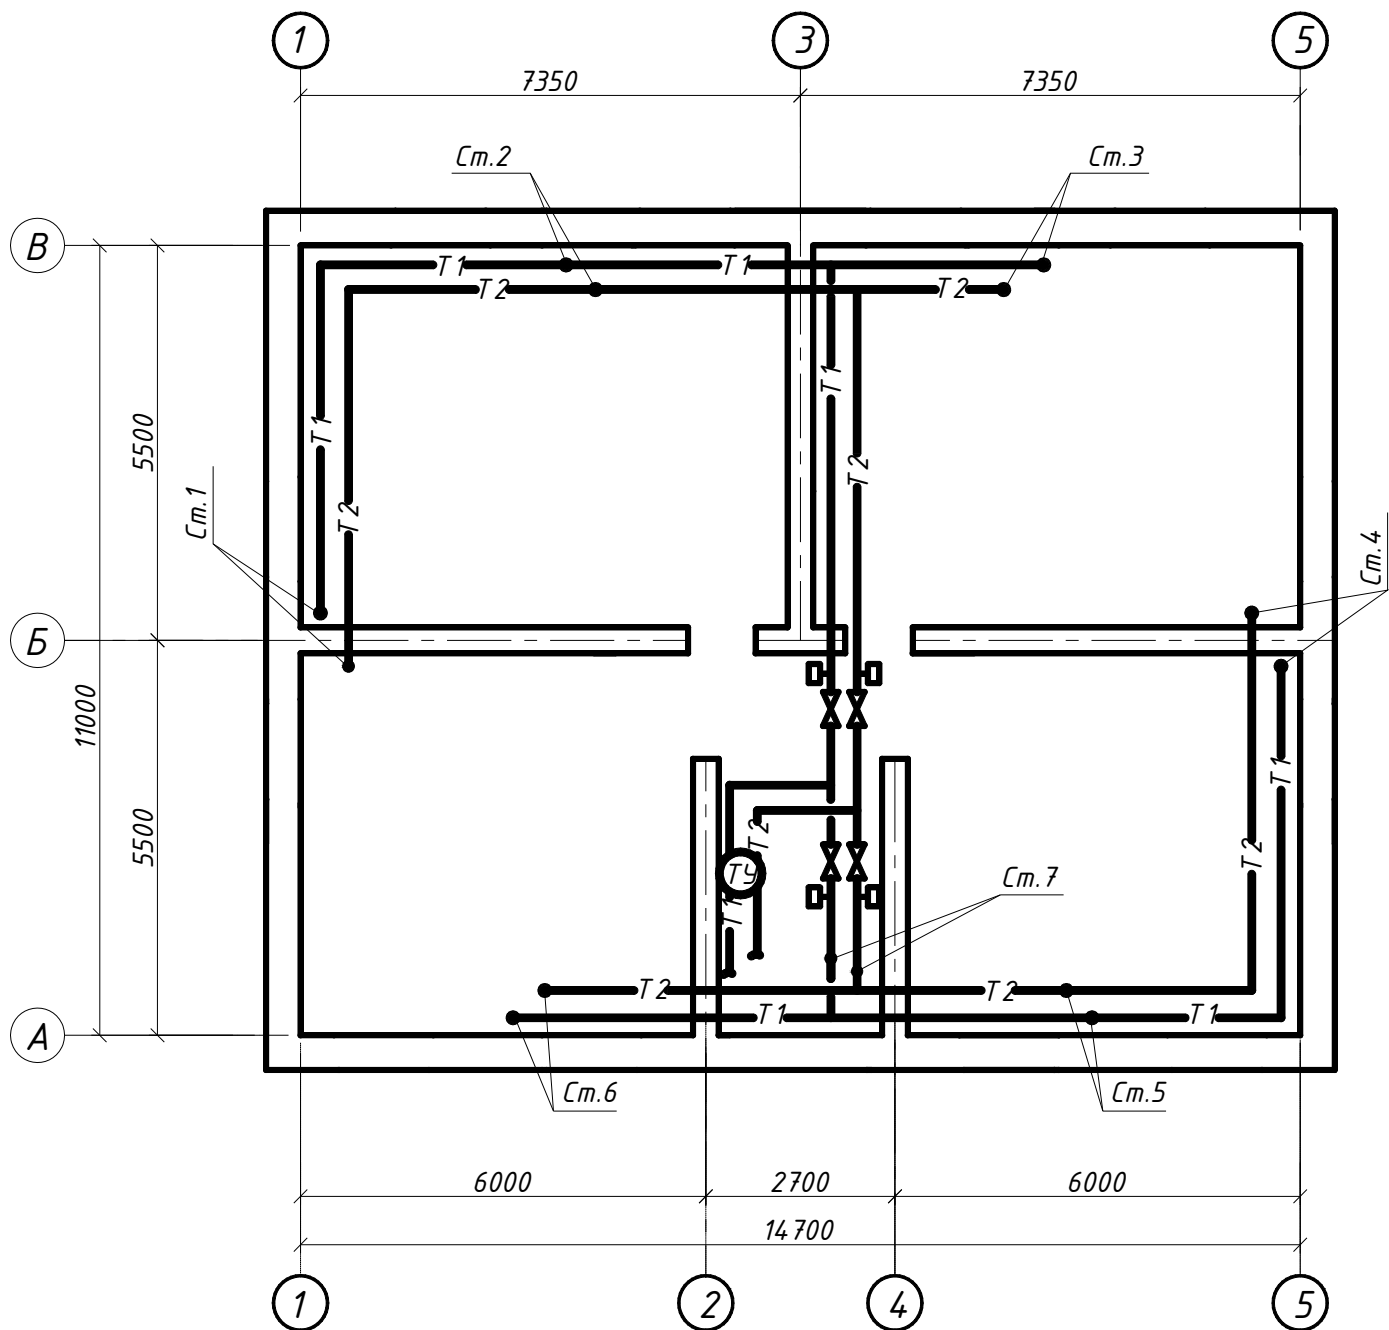

Рис.21. План подвала с подающим и обратным магистральным трубопроводом.
- подсоединить тепловой узел к перемычкам, соединяющим магистральные трубопроводы см. рис.21;